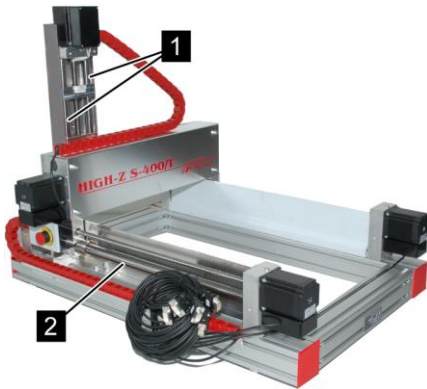

Abb. 24: Linearführungen der X- und Z-Achse
2. Linearführungen der X-Achse (Abb. 24/2) und der Z-Achse (Abb. 24/1) mit einem fusselfreien und mit Leichtlauföl benetzten Lappen einölen.